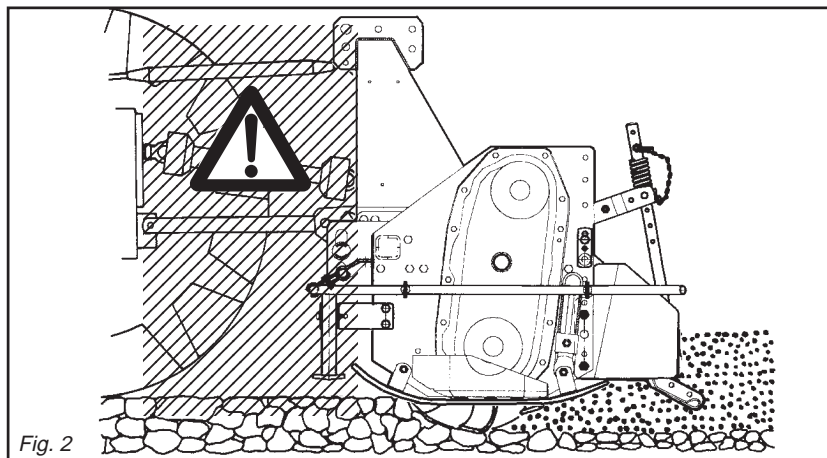

Fig. 2
- 24) *It is absolutely forbidden to stand between the tractor and the implement (Fig. 2) when the engine is running and the cardan shaft is engaged without having first engaged the hand brake and placed a block or stone under the wheels to prevent them from moving.*
- 24) Es ist absolut verboten, bei laufendem Motor und eingeschalteter Gelenkwelle zwischen den Schlepper und das Gerät zu treten (Abb. 2). Dazu muß die Feststellbremse gezogen werden und unter die Räder ein Bremskeil oder ein großer Stein gelegt worden sein.
- 24) *Il est absolument interdit de se mettre entre le tracteur et l'appareil (Fig. 2) quand le moteur est en marche et le cardan enclenché, sans avoir tiré le frein de stationnement et bloqué les roues avec une cale ou un caillou.*
- 24) Está terminantemente prohibido colocarse entre el tractor y el equipo (Fig. 2) con motor encendido y cardán insertado, o sin haber accionado el freno de estacionamiento y de colocar, debajo de las ruedas, una piedra u otro elemento de bloqueo.
- 28) È assolutamente vietato interporre fra il trattore e l'attacco della zappatrice per manovrare il comando dall'esterno per il sollevamento (Fig. 2).
- 28) It is absolutely forbidden to stand between the tractor and the implement when manoeuvring the lift control from the outside (Fig. 2).
- 28) Es ist absolut verboten, zwischen den Schlepper und den Anschluß zu treten, um die Aushebung von außen zu betätigen (Abb. 2).
- 28) Il est absolument interdit de se mettre entre le tracteur et l'attelage pour manoeuvrer la commande de relevage de l'extérieur (Fig. 2).